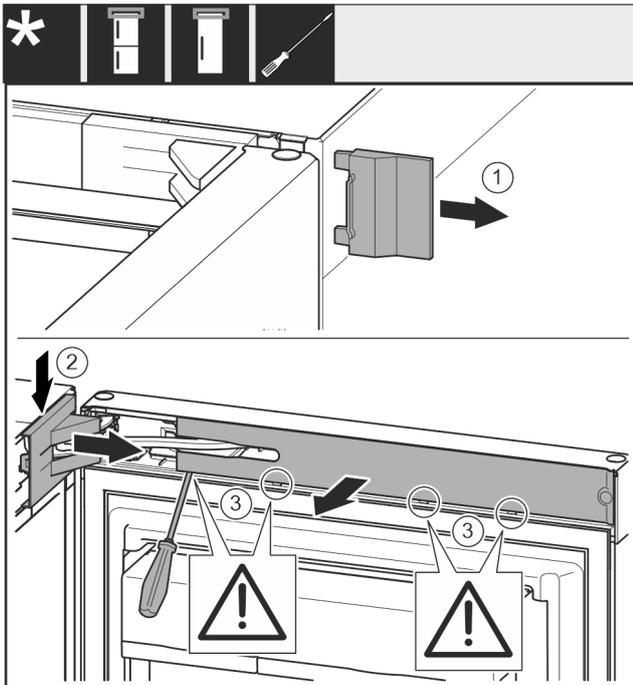

Fig. 8
- Abdeckung Fig. 8 (1) abnehmen.
- Lagerbockabdeckung Fig. 8 (2) austrasten und lösen.
- Lagerbockabdeckung Fig. 8 (2) abnehmen.
- Blende Fig. 8 (3) mit Schlitzschraubendreher austrasten und zur Seite schwenken.